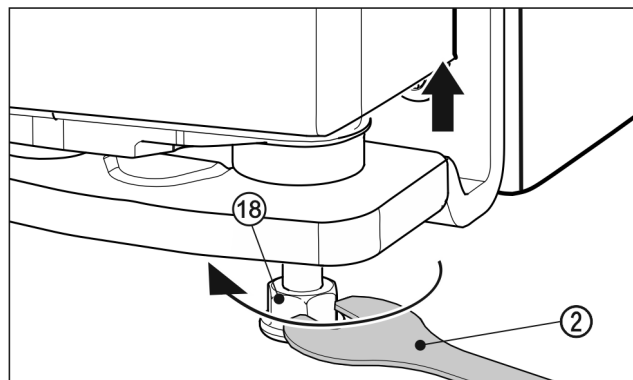

Fig. 33
- ▶ Чтобы поднять дверцу, выверните вправо установочную опору Fig. 33 (18) с помощью прилагаемого вильчатого ключа Fig. 33 (2). При поставке опорный палец полностью вкручен.